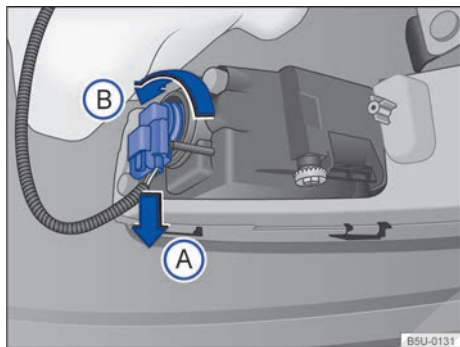

Fig. 149 Detrás del parachoques delantero: acceso a la lámpara incandescente del farol de neblina.
Desencajar el conector de alimentación de la lámpara → fig. 149 en el sentido de la flecha (A), presionar, al mismo tiempo, la traba de fijación del conector.
3. Girar el portalámparas → fig. 149, en el sentido antihorario de la flecha (B), y desencajarlo del alojamiento.